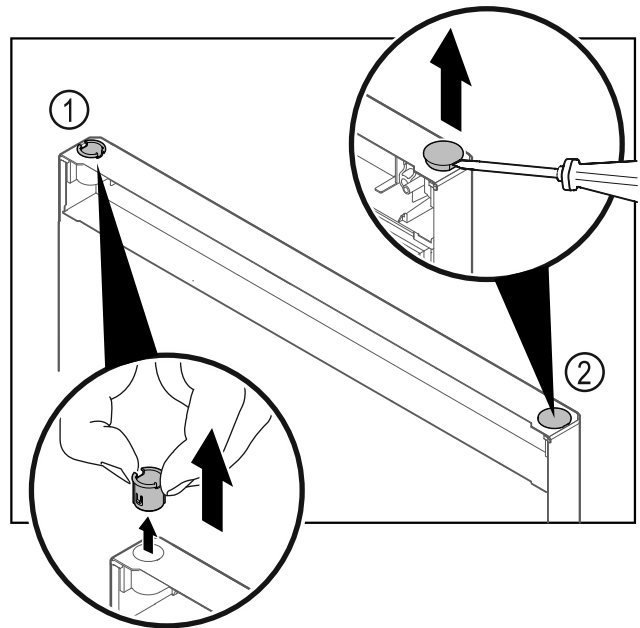

Fig. 23
- ▶ Изтеглете с пръсти втулката на пантата Fig. 23 (1).
- ▶ С плоска отвертка внимателно повдигнете покриващата тапа Fig. 23 (2) и я извадете.